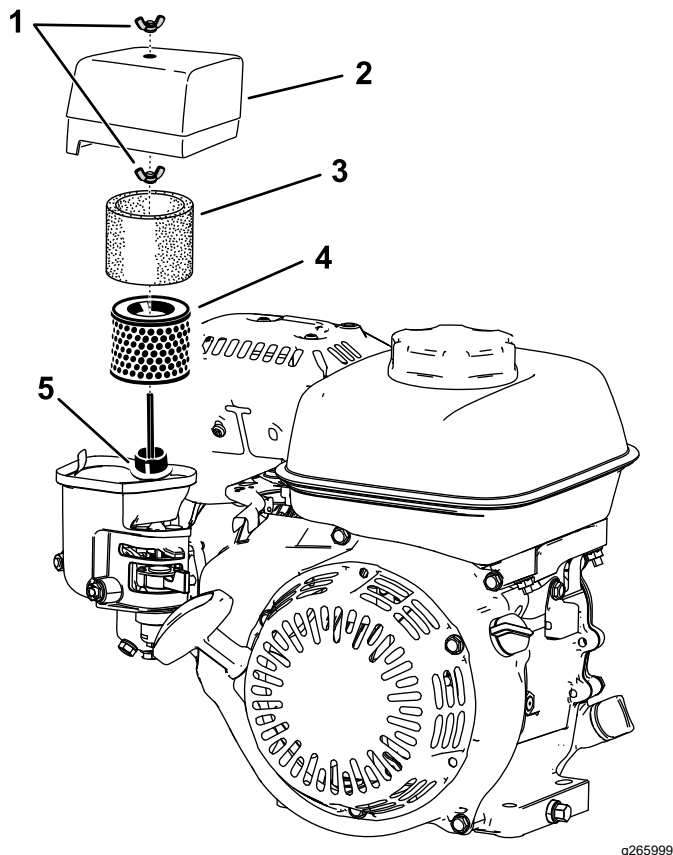

図 31
2. エアクリーナカバーを固定している蝶ナットを外す図 31。